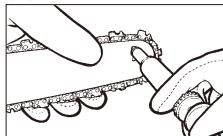

Bild. 20
3. Stecken Sie die Nadelspitze der Ölspritzte (Option) in das Ölungsschlund und spritzen Sie das Öl hinein, bis es an der Außenseite der Zahnung hervortritt (Bild. 20).